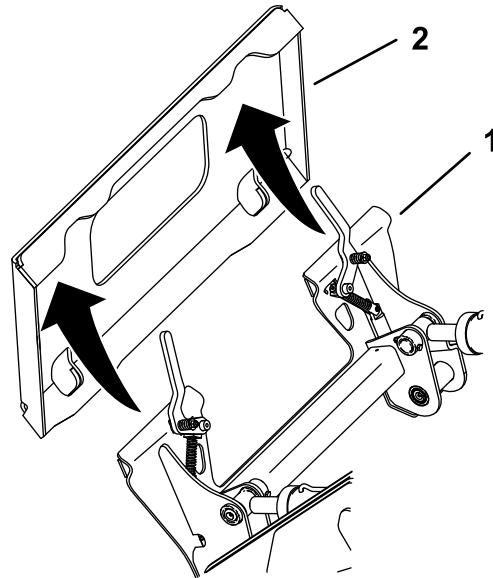

図 57
5. 取り付けプレートをアタッチメント受けプレートの上側にセットする図 57。